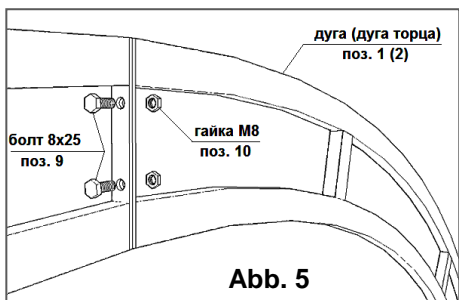

Abb. 5
5.3.1. Montieren Sie die Bögen mit M8x25-mm-Schrauben, wie in Abbildung 5 gezeigt.
5.1.1. Verbinden Sie die Endbögen mit M8x25-mm-Schrauben, wie in Abbildung 5 dargestellt.